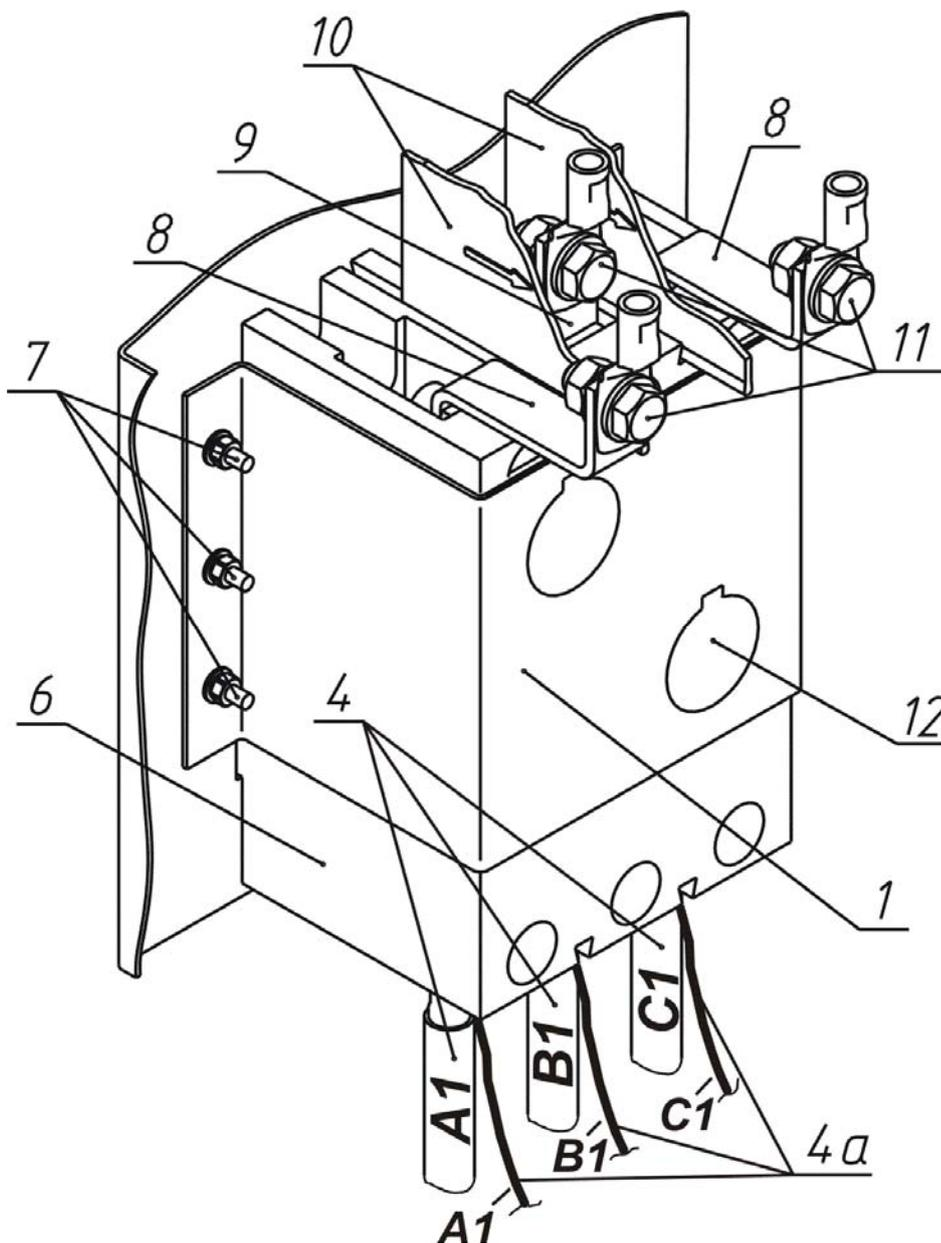

Рис.2
- установить на выключатель автоматический поз.6 две шины поз.8 и шину поз.9 как показано на рис. 2 при помощи крепежных деталей, входящих в комплект выключателя;
- подключить кабели A1, B1 и C1 (поз.4 рис.2) и провода жгута A1, B1, C1 (поз.4а рис.2) к контактам 2, 4 и 6 выключателя автоматического поз.6 соответственно при помощи крепежных деталей, входящих в комплект выключателя;
- установить две изоляционные пластины поз.10 в пазы выключателя автоматического поз.6 как показано на рис.2;